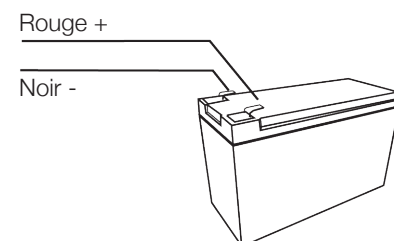

Fig. 5
5. Installez les batteries dans le boîtier et effectuez les connexions appropriées (Fig. 5).